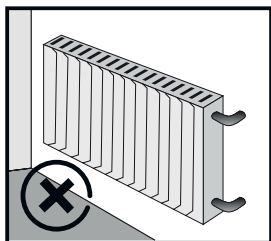

Imagen 1
- Para garantizar la correcta refrigeración de su producto, no coloque materiales como cartones, cajas, etc. delante de las rejillas inferiores. (Imagen 1)